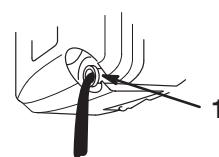

Figure 25
5. Basculez la tondeuse sur le côté *gauche* pour permettre à l'huile de s'écouler dans le bac de vidange (Fig. 25).